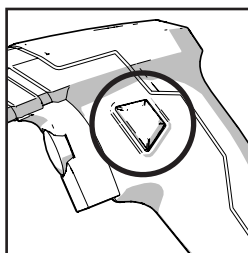

Fig. 6
- Nacisnąć i przytrzymać przełącznik blokujący. **(Rys. 6)**